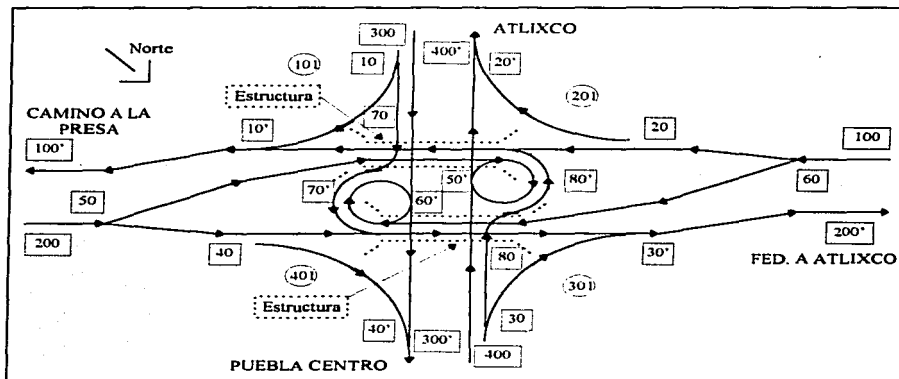

FIG. 4.2 DIAGRAMA DE MOVIMIENTOS DIRECCIONALES.
- El diagrama de movimientos direccionales del proyecto. Cada rama constituye un movimiento (vuelta izquierda, vuelta derecha, etc.) y cada vuelta está regida por un eje, que es el que se utiliza para la construcción de la misma. Se identifica el inicio y fin de cada rama (10-10') con un número encerrado en un rectángulo y el número de curva (101) encerrado en un círculo, ver FIG. 4.2.